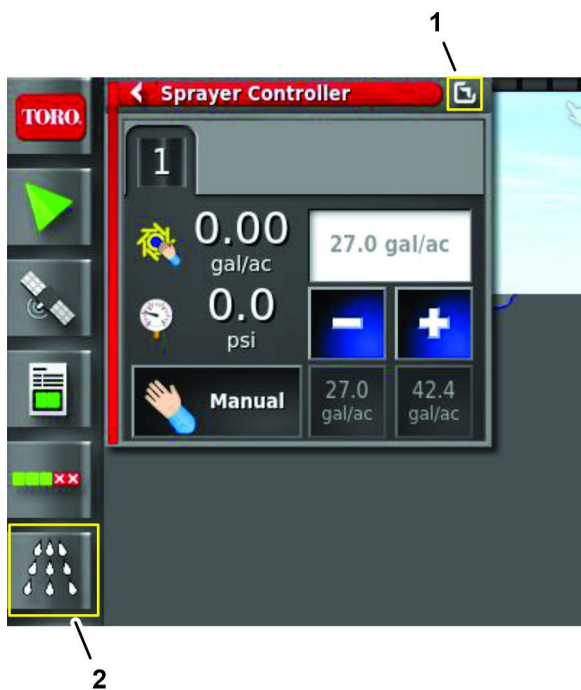

Figure 166
1. Sur la console de commande, appuyez sur l'icône CONTRÔLEUR DE DÉBIT DE PULVÉRISATION, puis appuyez sur l'icône plein écran dans le coin supérieur droit du contrôleur (Figure 166).